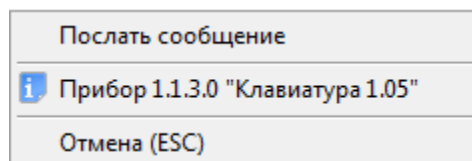

Рисунок 8-172 Контекстное меню для прибора "С2000-К"
- на пиктограмме прибора «С2000-К» и в контекстном меню (см. Рисунок 8-172) выбрать пункт «Послать сообщение»;